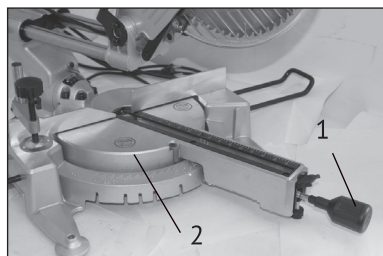

рис.6
-для установки угла поворота ослабьте фиксирующую рукоятку (рис.6 поз.1), установите необходимый угол распила и надёжно затяните фиксирующую рукоятку.